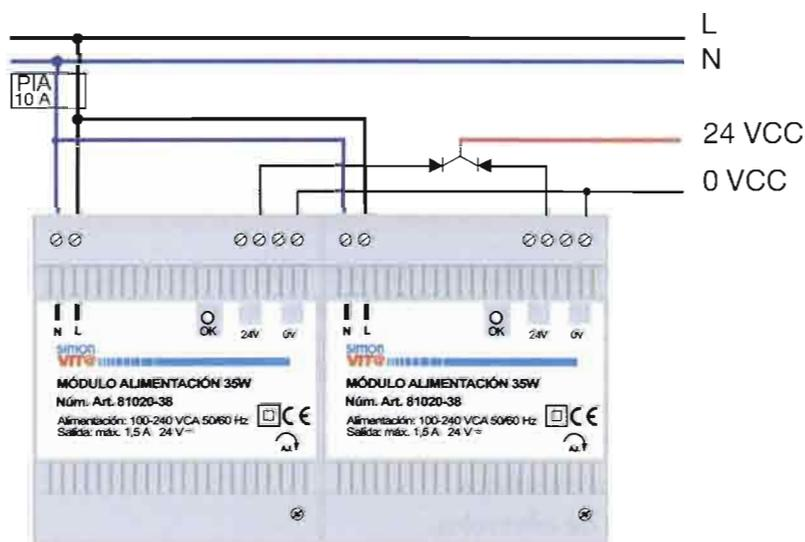

Fig. 9.29. Conexión de dos fuentes de alimentación en paralelo.
- Distribución de salidas (Fig. 9.29).